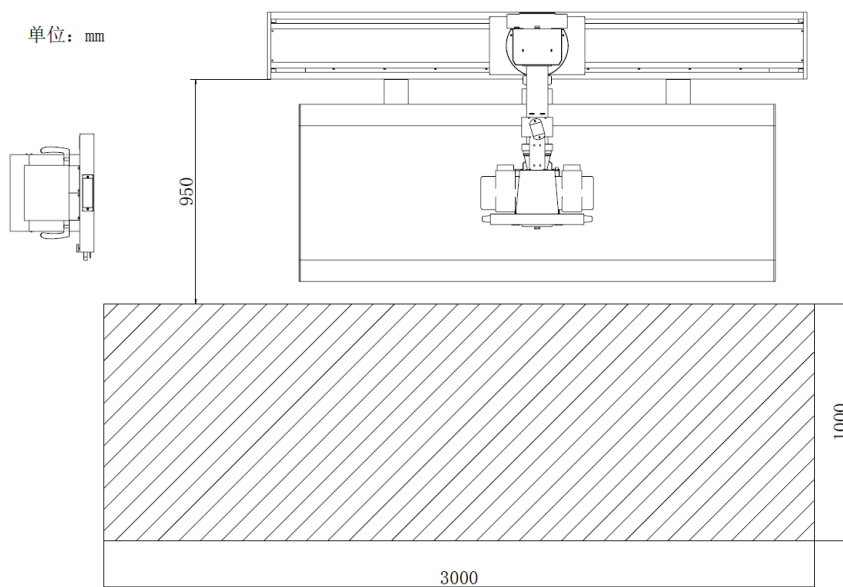

Figura 2-1 Diagrama esquemático da área efetiva de operação especificada neste manual
- A Figura 2-1 mostra a área ocupada de operação efetiva conforme especificado neste manual. Realize as operações nesta área sempre que possível.